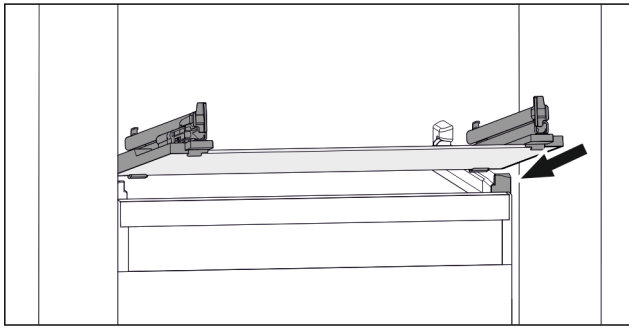

Fig. 117 Beispielhafte Darstellung der Glasplatte
- Glasplatte schräg hinter den Stopperrn aufsetzen. (zie Fig. 117)